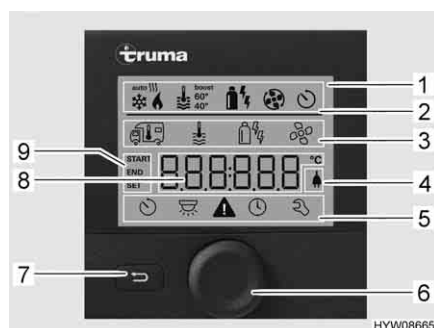

Fig. 77 Centralina di controllo con indicazioni
- Riga di stato (Fig. 77,2)
- Riga di menu in alto (Fig. 77,3)
- Area di indicazione (Fig. 77,8)
- Riga di menu in basso (Fig. 77,5)
- Premere la manopola/il pulsante (Fig. 77,6) per circa 3 secondi. Vengono visualizzate entrambe le righe di menu (Fig. 77,3 e Fig. 77,5). Il primo simbolo lampeggia.
- Ruotare la manopola/il pulsante (Fig. 77,6), finché viene visualizzato il simbolo del menu desiderato.
- Premere la manopola/il pulsante per memorizzare il valore impostato. Se il valore impostato originariamente non deve essere modificato: Premere il tasto indietro (Fig. 77,7).
- Ruotare la manopola/il pulsante (Fig. 77,6), finché il simbolo del menu del riscaldamento (Fig. 78,1) lampeggia.
- Premere la manopola/il pulsante per memorizzare il valore impostato. Il simbolo nella riga di stato lampeggia (Fig. 77,2), finché viene raggiunta la temperatura impostata. Se il valore impostato originariamente non deve essere modificato: Premere il tasto indietro (Fig. 77,7).
- Ruotare la manopola/il pulsante (Fig. 77,6), finché il simbolo del menu relativo alla modalità di funzionamento (Fig. 78,3) lampeggia.
- Premere la manopola/il pulsante per memorizzare la modalità di funzionamento impostata. Se il valore impostato originariamente non deve essere modificato: Premere il tasto indietro (Fig. 77,7).
- Ruotare la manopola/il pulsante (Fig. 77,6), finché il simbolo del menu delle ventole (Fig. 78,4) lampeggia.
- Ruotare la manopola/il pulsante (Fig. 77,6), finché il simbolo del menu del timer (Fig. 78,6) lampeggia.